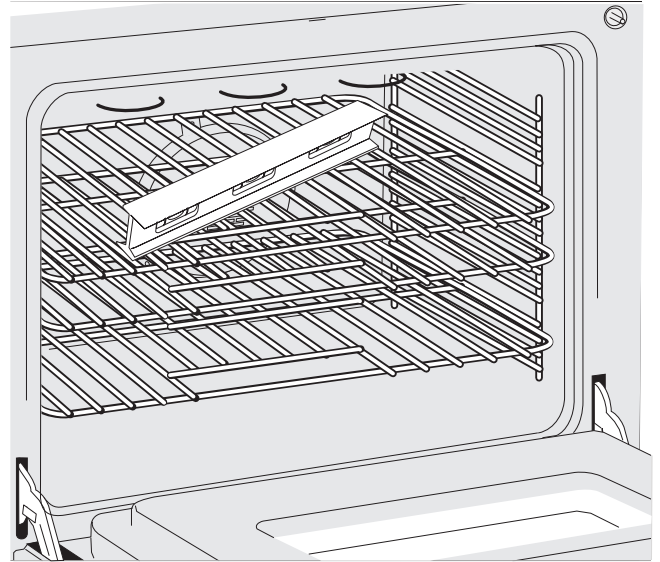

Figure 13 : Utiliser la grille du four pour mettre l'électroménager de niveau
2. Placer un niveau sur la grille (figure 13). Faire 2 relevés avec le niveau en diagonale dans un sens puis dans l'autre.